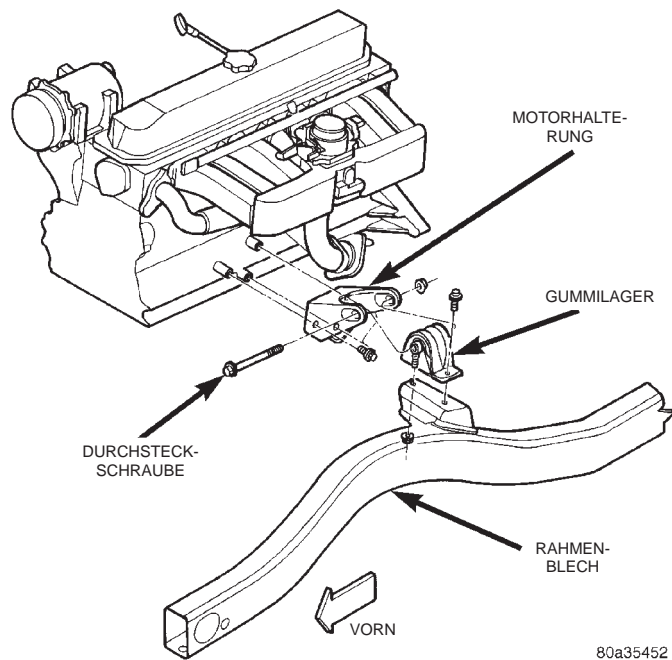
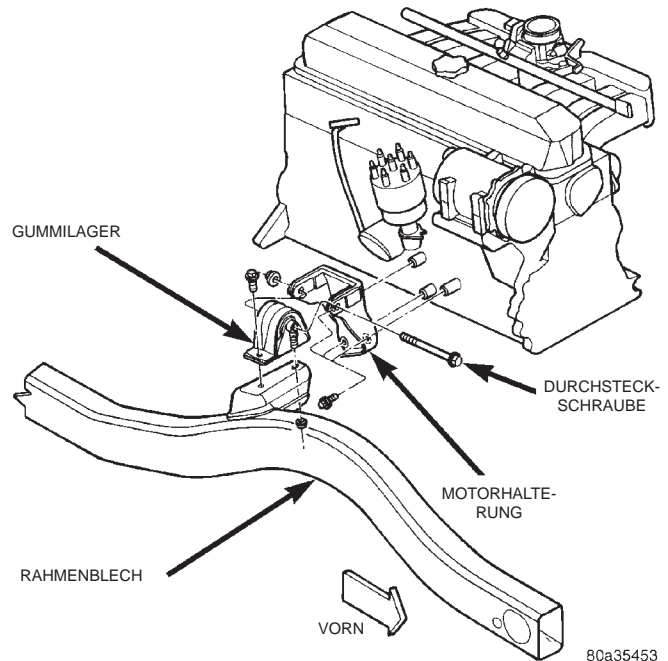

Abb. 23 Motoraufhängung vorne links—4.0L-Motor
Abb. 24 Motoraufhängung vorne rechts—4.0L-Motor
- (1) Batterie-Minuskabel (-) abklemmen.
- (2) Fahrzeug anheben.
- (3) Motor abstützen.
- (4) Mutter von der Durchsteckschraube herausdrehen (Abb. 23) (Abb. 24). Durchsteckschraube NICHT herausdrehen.
(1) Falls zuvor abgebaut, Halterung am Motorblock anbringen und die Befestigungsschrauben montieren (Abb. 23) (Abb. 24). Befestigungsschrauben mit einem Anzugsmoment von 62 N·m (46 ft. lbs.) festziehen.
(2) Gummilager auf der Halterung anbringen. Befestigungsschrauben und Muttern montieren. Schrauben und Muttern mit einem Anzugsmoment von 52 N·m (38 ft. lbs) festziehen.
(3) Durchsteckschraube und Mutter einsetzen. Mit einem Anzugsmoment von 69 N·m (51 ft. lbs.) festziehen.
(4) Motorabstützung entfernen.